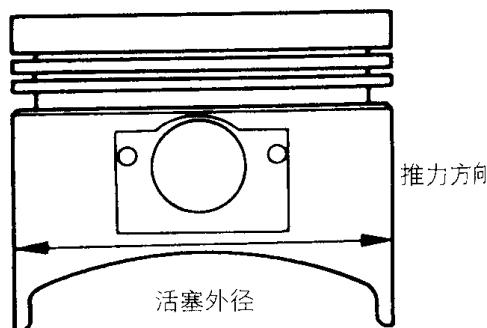

图 2-119 活塞外径测量位置
(1) 使用的加大尺寸活塞应根据缸径的最大镗孔直径来决定(见表 2-8)。注意尺寸记号是刻印在活塞顶上的。
(2) 测量所使用的活塞外径，测量位置为如图 2-119 所示的活塞推力面。